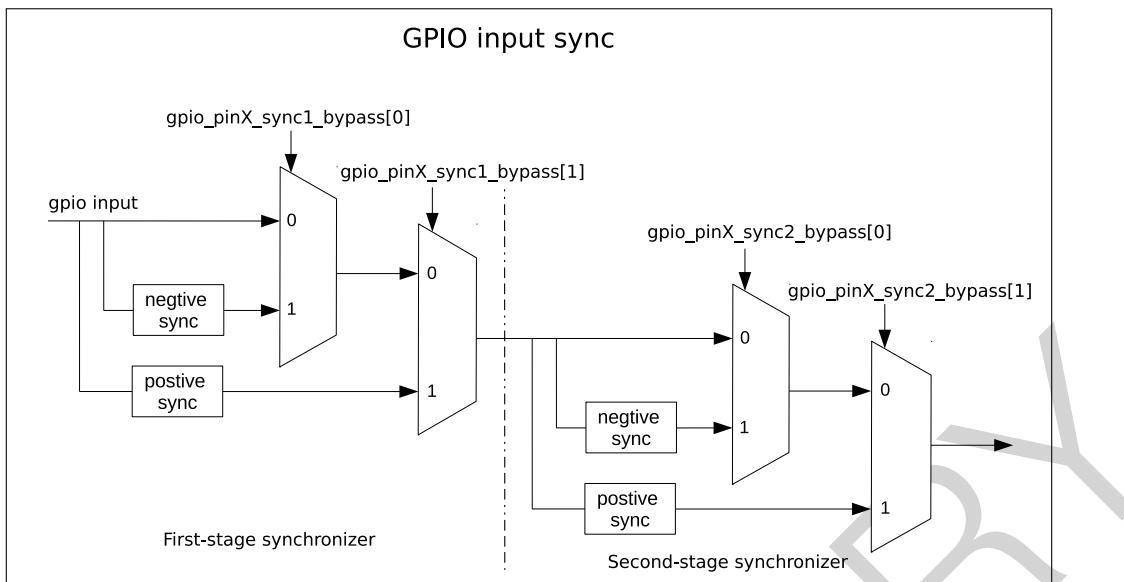

图 5-3. GPIO 输入经 APB 时钟上升沿或下降沿同步
GPIO SYNC 模块的功能如图 5-3 所示。其中，negative sync 表示 GPIO 输入信号经 APB 时钟的下降沿同步，positive sync 表示 GPIO 输入信号经 APB 时钟上升沿同步。
- 如图 5-3 所示，配置 GPIO_PINx_SYNC1_BYPASS 使能输入信号第一拍为上升沿或下降沿同步；
- 如图 5-3 所示，配置 GPIO_PINx_SYNC2_BYPASS 使能输入信号第二拍为上升沿或下降沿同步。